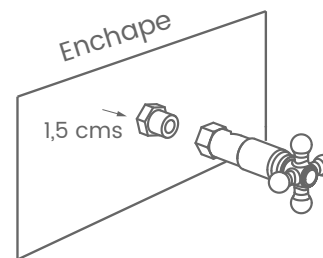

Figura 2
- **Para la instalación de la ducha, use un adaptador que deberá salir a centímetro y medio del nivel del enchape, para que quede nivelada la ducha con el soporte. (Ver figura 2).**